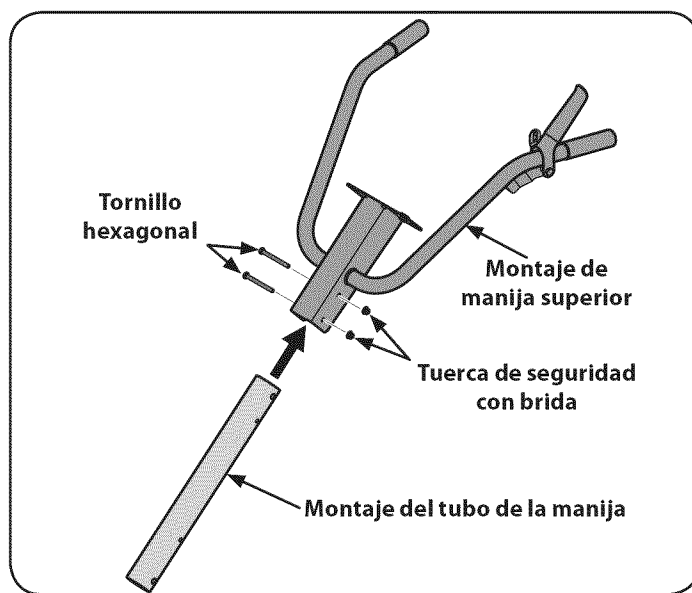

Figura 2
2. Con dos tornillos hexagonales y tuercas de seguridad con brida sujete el conjunto de tubo de la manija al conjunto de la manija superior. Vea la Figura 2.